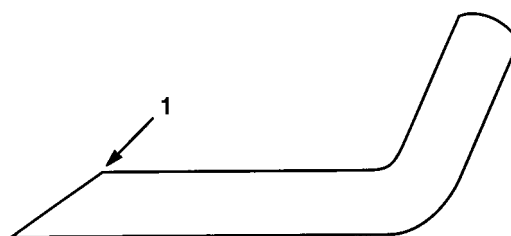

Figure 18
3. Examiner l'état des tranchants de toutes les lames. Les affûter s'ils sont émoussés ou ébréchés. Affûter seulement la face supérieure du tranchant et conserver l'angle de coupe d'origine pour obtenir une coupe nette (Fig. 18). La lame reste équilibrée si les deux tranchants sont affûtés de la même manière.